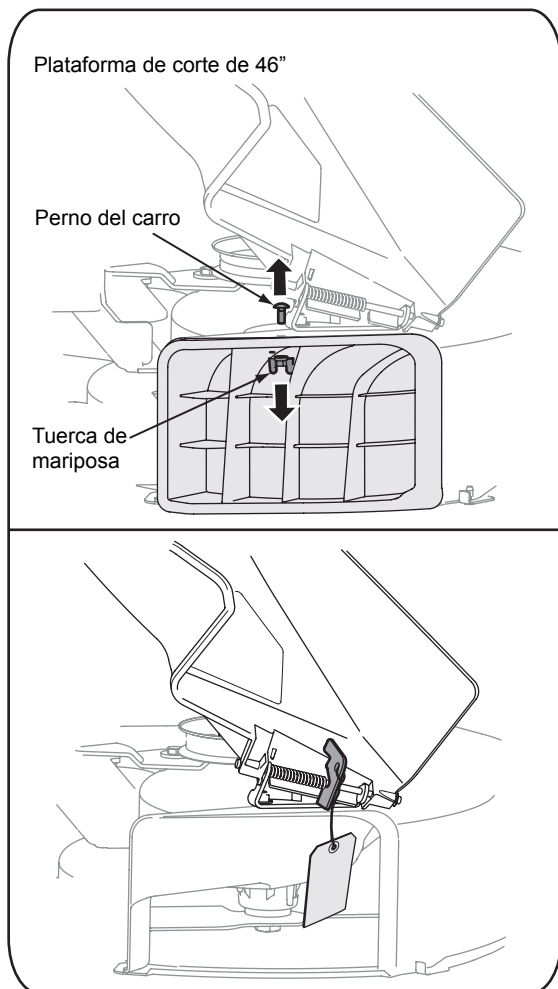

Figura 2
- Retire la tuerca de mariposa y el perno del carro que sujetan la clavija de abono a la abertura de descarga de la plataforma, y extraiga la clavija de abono de la plataforma. Vea la Figura 2.
- Localice la traba de seguridad, si hubiere, entre el canal deflector y la plataforma de corte. Sosteniendo el canal deflector totalmente hacia arriba, extraiga la traba de seguridad sujetándola y rotándola en el sentido de las agujas del reloj. Baje el canal deflector. Consulte la Figura 2.
- Localice la traba de seguridad, si hubiere, entre el canal deflector y la plataforma de corte. Sosteniendo el canal deflector totalmente hacia arriba, extraiga la traba de seguridad sujetándola y rotándola. Baje el canal deflector. Consulte la Figura 2.